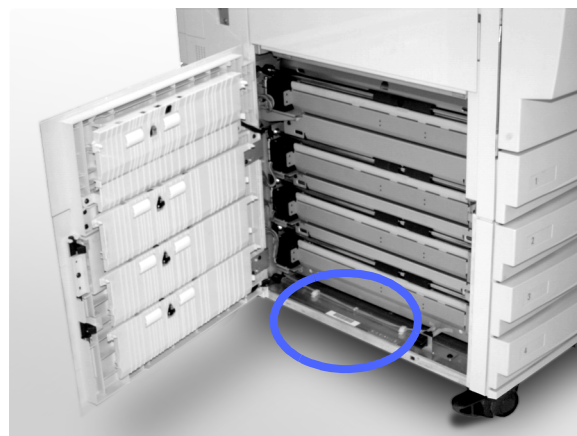

Figura 48: Local do número de série da máquina
- 4 Anote o número de série da máquina, constante na etiqueta na parte interna da tampa inferior esquerda da copiadora/impressora, conforme ilustrado na Figura 48.